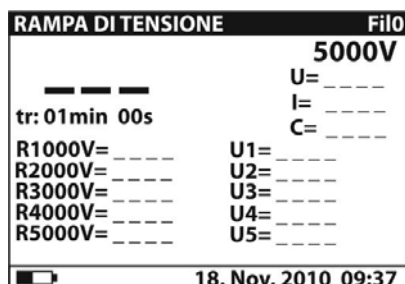
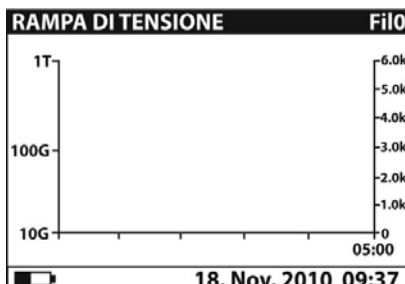

Fig. 38: Videata iniziale numerica
Fig. 40: Videata iniziale grafica
2. Selezionare con i tasti freccia ▼ o ▲ la voce “RAMPA DI TENSIONE” sul menu principale e confermare con il tasto **SELECT**. La videata di Fig. 38 è mostrata dallo strumento. Nel caso in cui l'opzione Grafico R(t) sia **attivata (ON)** premere i tasti freccia ▼ o ▲ per passare alla videata grafica di Fig. 40